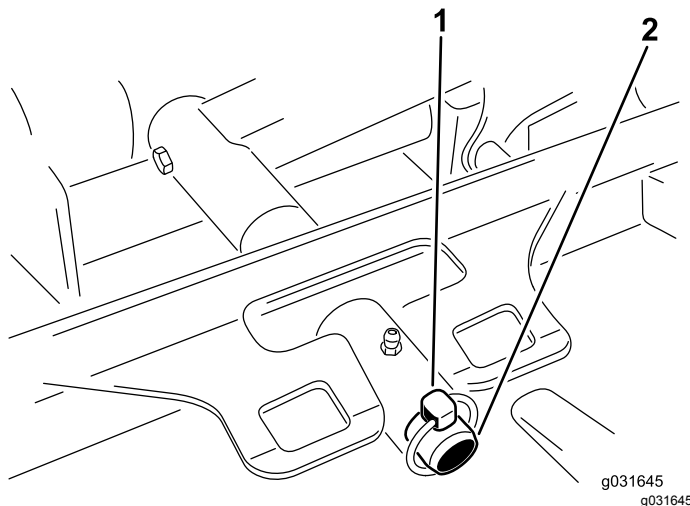

Figura 68
3. Togliete l'acciarino o il dado di ritegno che fissano il telaio portante dell'apparato di taglio al perno orientabile del braccio di sollevamento (Figura 68).
3. Fate scorrere il telaio portante dell'apparato di taglio sul perno orientabile del braccio di sollevamento e fissatelo con l'acciarino o il dado di ritegno (Figura 68).